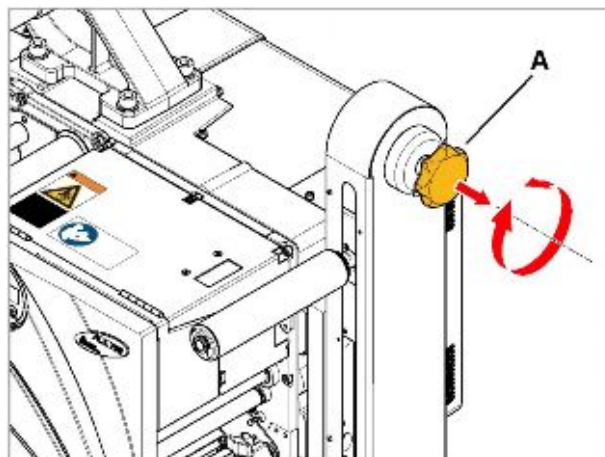

Рис. 38. Регулятор (А) натяжения пружины плавающего рычага с линейным перемещением
1. Вытащите регулятор (Рис. 38А).